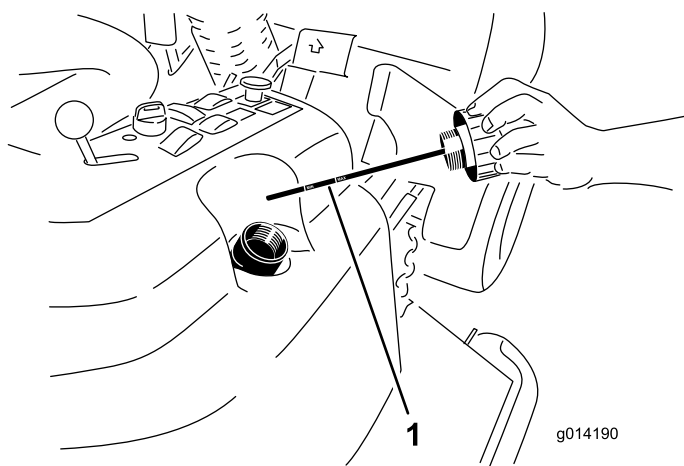

Figura 40
4. Retire o tampão de enchimento hidráulico (Figura 40) do tubo de enchimento.
5. Retire a vareta e limpe-a com um pano limpo (Figura 40).
6. Coloque a vareta no tubo de enchimento, retire-a e verifique o nível de fluido (Figura 40).